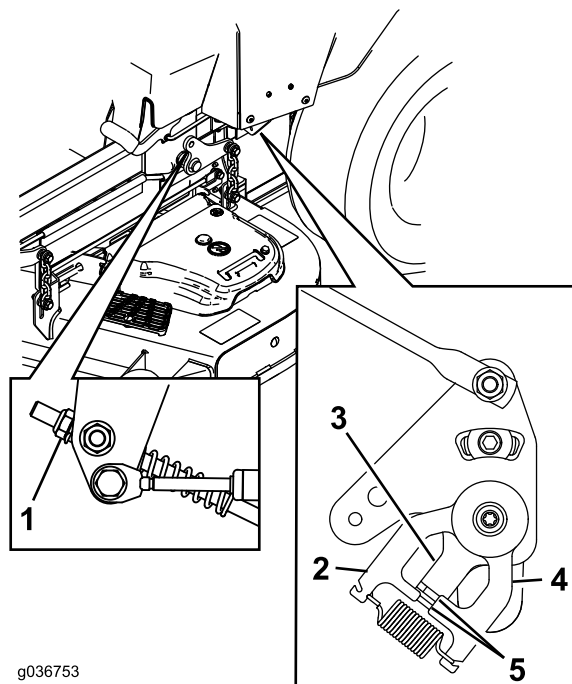

Figura 67
11. Ajuste la longitud de las varillas de control de la bomba girando la tuerca en el sentido apropiado hasta que las ruedas se muevan ligeramente en marcha atrás (Figura 67).